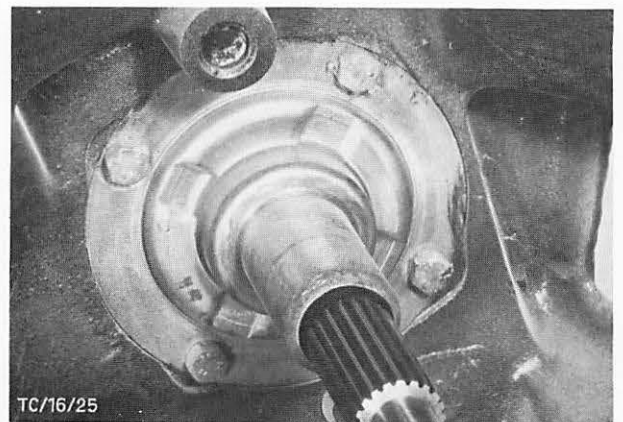

Abb. 38 Führungshülse-Drucklager abbauen
14. Führungshülse-Kupplungsdrucklager abbauen (4 Schrauben), Abb. 38. Anschließend Antriebswelle mit Nadellager herausnehmen.